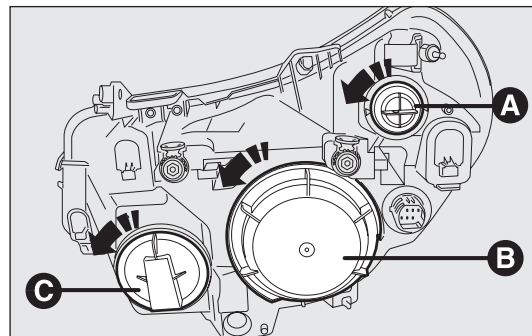

рис. 180
Для замены лампы фар дальнего света снимите крышку A – рис. 180.
Для замены лампы фар ближнего света/габаритных огней снимите крышку B – рис. 180.
Для замены лампы указателей поворота снимите ламповый патрон C – рис. 180.
- снимите защитную крышку В – рис. 180, повернув ее против часовой стрелки;
- установите защитную крышку В – рис. 180 вращением против часовой стрелки; проверьте, чтобы она была правильно зафиксирована в положении.
- снимите защитную крышку А – рис. 180, повернув ее против часовой стрелки;
- установите защитную крышку А – рис. 180 вращением по часовой стрелке; проверьте, чтобы она была правильно зафиксирована в положении.
- ❑ снимите защитную крышку В – рис. 180, повернув ее против часовой стрелки;